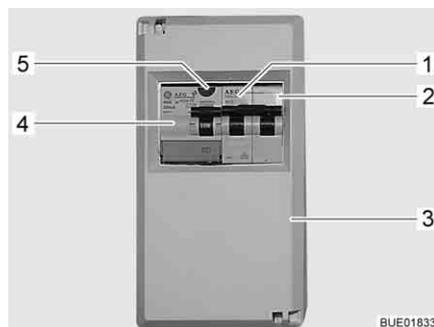

Fig. 154 Scatola dei fusibili a 230 V con interruttore di sicurezza e interruttore automatico FI
Un interruttore di sicurezza per correnti di guasto (interruttore automatico FI) (Fig. 154,4) nella scatola dei fusibili (Fig. 154,3) protegge l'intero veicolo da correnti di guasto (0,03 A).
L'interruttore di sicurezza collegato in serie (10 A) (Fig. 154,2) protegge le prese da 230 V, l'apparecchio per l'alimentazione elettrica, il caricabatteria supplementare e il frigorifero.
Per veicoli con accessori opzionali, p. es. l'impianto di climatizzazione, un ulteriore interruttore di sicurezza (16 A) (Fig. 154,1) protegge l'apparecchio.
- Se il veicolo è collegato all'alimentazione a 230 V, premere il tasto di controllo (Fig. 154,5). L'interruttore di sicurezza per correnti di guasto (FI) deve scattare.